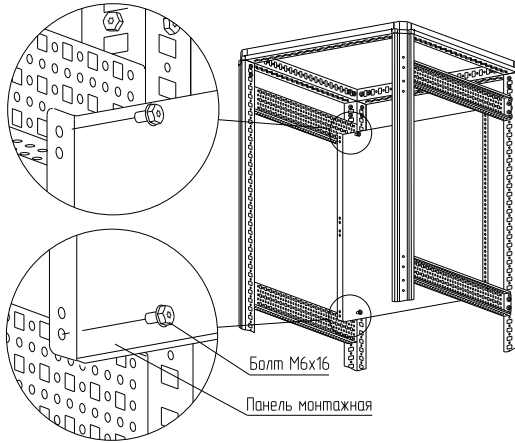

Рисунок 15
– вариант 1. Болтами М6х 16 (рисунок 15). Момент затяжки – 7 Н·м. Болты приобретаются отдельно;